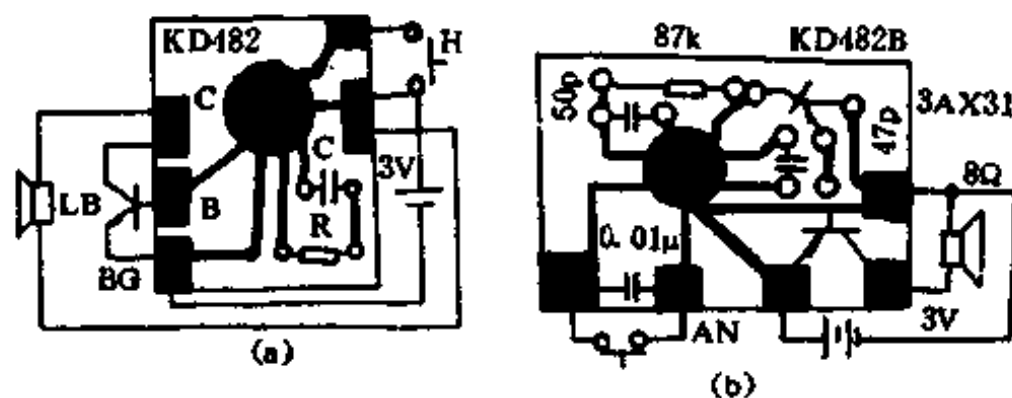
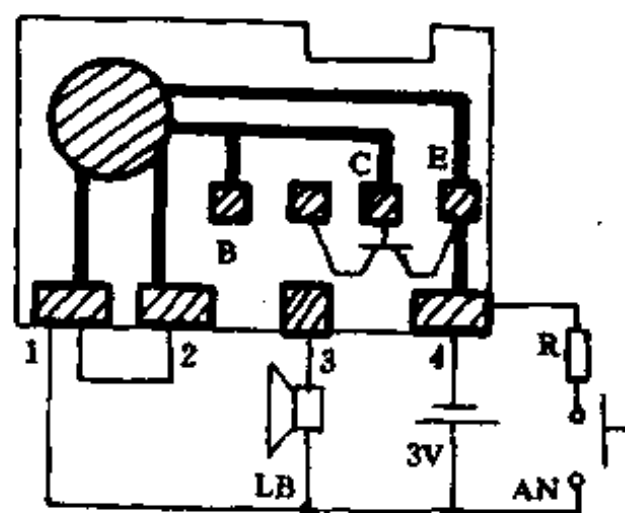

图 1-111
图 1-115
KD482 型音乐集成电路如图 1-111(a)所示。该电路内储 12 首名曲的主旋律,触发一次演奏一首乐曲,音色优美。工作电压为 3V,功耗很低,外围电路简单,是制作门铃、音乐钟的理想音乐集成电路。印刷电路中的“C”、“B”、“E”为焊接 NPN 三极管(如 3DG8)用的,C 为  $51\text{pF}$  电容器,R 为  $56 \sim 68\text{k}\Omega$  碳膜电阻器,AN 为触发按钮。
KD482B 是专为时钟配套的音乐集成电路(如图 1-111(b)所示),内储 12 首乐曲,每奏完一首乐曲即能分别打点 1~12 下,乐曲音色优美,打点声音宏亮,工作电压为 3V,功耗很小。
该电路的三极管 BG 通常采用 NPN 硅管,如 3DG6 或 3DG12,LB 采用  $8\Omega$  喇叭(如图 1-115 所示)。值得一提的是,CW9300、KD9300、CW9400 等音乐集成电路的②端均为触发端,KD15 也可将②端作为触发端,只是按钮不能松手,一松手就会停止演奏。所以本电路通常将①、②端短接,而采用图 1-111~图 1-115 所示的触发形式。实际上这是采用电路电压波动信号来触发音乐集成电路工作,这就需要选择 R 的取值:R 不可太小,否则耗电太多;R 也不能取得太大,否则形成不了较大的电压波动信号,触发不了电路。经试验,R 通常取  $5\sim 15\Omega$ 。有人将 R 串接于电源回路中,笔者试验过,若那样,喇叭发音嘶哑,甚至只能听到一片“沙沙”声。